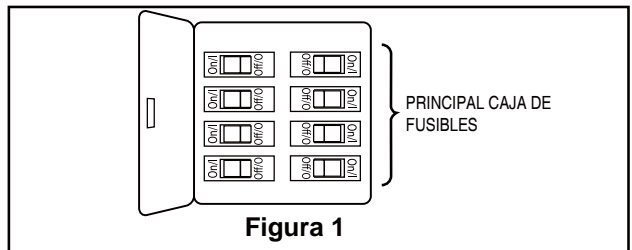

Figura 1
Su nuevo ventilador de techo requiere una línea de suministro eléctrico con conexión a tierra de 120 voltios de CA, 60 Hz, circuito de 15 amperios. La caja de distribución eléctrica debe estar bien asegurada y debe ser capaz de soportar una carga de, al menos, 22,7 kg (50 lb). La Figura 1 muestra diversas configuraciones estructurales que podrían utilizarse para montar la caja de distribución eléctrica.
1. Extraiga la pieza de la bola colgante de la unidad de la bola colgante / varilla aflojando el tornillo de presión de la bola colgante hasta que la bola se libere de la varilla. Retire el pasador del barral y luego extraiga la semiesfera. Conserve el pasador y la semiesfera para su reinstalación en el Paso 5 (Figura 1).
Para evitar una posible descarga eléctrica, asegúrese de cortar la alimentación eléctrica de la caja de fusibles principal antes de colgar el ventilador. (Figura 1)
1. Retire uno de los dos tornillos de reborde de la abrazadera para colgar. Afloje el segundo tornillo de reborde sin retirarlo del todo. Ensamble la base girando el chavetero de la base sobre el tornillo de reborde de la abrazadera para colgar. Ajuste el tornillo de reborde. Ensamble por completo el segundo tornillo de reborde que antes había retirado y ajústelo. (Figura. 1)
1. Coloque el aspa en el ensamble del motor. Asegúrese de que el aspa esté completamente asentado sobre el volante del ensamble del motor. Apriete los tornillos con el aspa al volante del ensamble del motor. (Figura 1)
- 1. Restaure la fuente de alimentación de la toma de corriente enciendo la electricidad del fusible principal. (Figura 1)